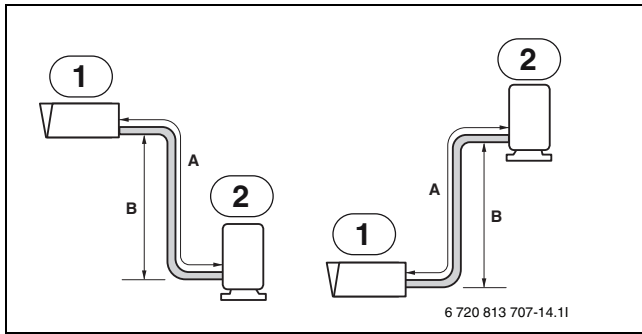

Рис. 15
2. Определение направления прокладки труб: вниз, см. (→ рис. 15)